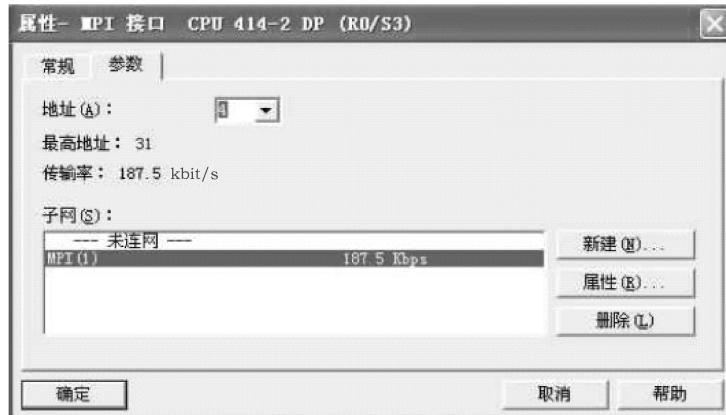

图 7-7 MPI 属性界面
在 CPU 属性界面里单击“属性”按钮，将弹出 MPI 属性界面，如图 7-7 所示，设置 S7-400 的 MPI (1) 地址为 4，通信波特率为 187.5 kbit/s。